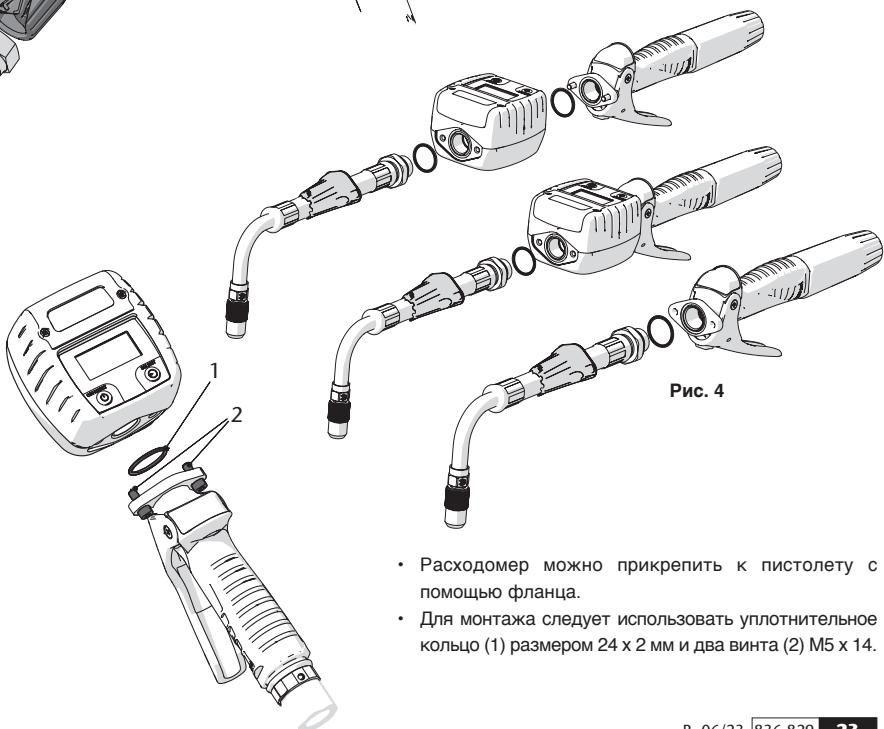

Рис. 4
- Чтобы обеспечить герметичность, выходной патрубок следует устанавливать с помощью предоставленного уплотнительного кольца, обращая внимание на положение уплотнительного кольца в корпусе фланца. Смазать уплотнительное кольцо перед монтажом (рис. 4).